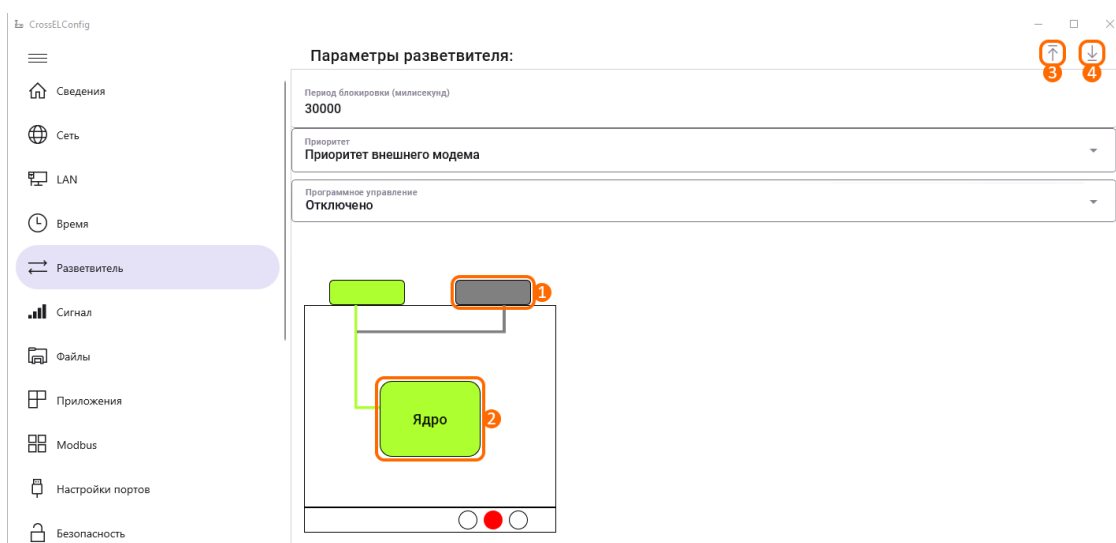

Рисунок 7 – Вкладка «Разветвитель»
Вкладка позволяет настроить встроенный разветвитель для подключения второго модема (рис. 7). При настройке приоритета к изменению доступны следующие параметры:
- Иконка «Modem» (рис. 7, элемент 1) позволяет выполнить принудительное переключение на порт стороннего модема посредством двойного нажатия левой кнопкой мыши. При переключении на порт модема – порт «Modem» (на схеме) будет выделен зеленым цветом;
- Иконка «Ядро» (рис. 7, элемент 2) позволяет выполнить принудительное переключение на порт «Device» путём двойного нажатия левой кнопкой мыши. При переключении на порт «Device» – ядро будет подсвечено зеленым цветом;
- Кнопка записи параметров (рис. 7, элемент 3) позволяет записать параметры разветвителя;
- Кнопка чтения параметров (рис. 7, элемент 4) позволяет считать параметры разветвителя.